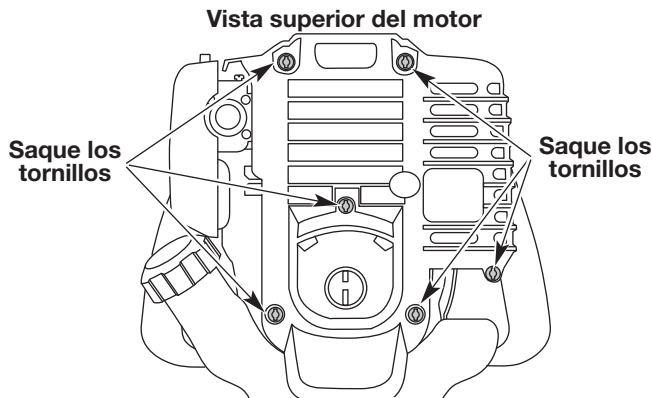

Fig. 31
1. Quite los dos (6) Tornillos de encima de la tapa del motor con un destornillador de pala o Torx #25 (Fig. 31).
4. Saque la cubierta del motor (Fig. 31).
1. Apague el motor y espere que se enfríe. Retire los seis (6) tornillos de la parte posterior de la tapa del motor con destornillador de cabeza plana o Torx No. T-25 (Fig. 31).